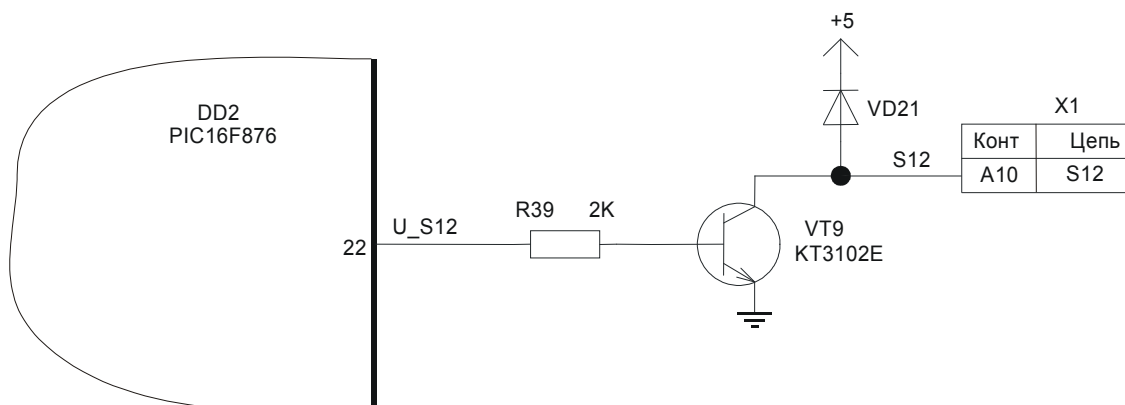

Рисунок 24. Управление реле S12
Микропроцессор DD2 управляет реле подключения БГС-П (расположено на коммутационной панели БДКЛ) через транзистор VT9 (см. рисунок 24). Сигнал управления выдается через вывод U\_S12 (22) микропроцессора. Далее через резистор R39, ограничивающий базовый ток, сигнал подается на базу транзистора VT9. С коллектора транзистора сформированный сигнал управления подается на вывод A10 разъема X1. Диод VD21 подключен параллельно катушке реле и предназначен для ограничения положительных выбросов напряжения в моменты включения/выключения реле.